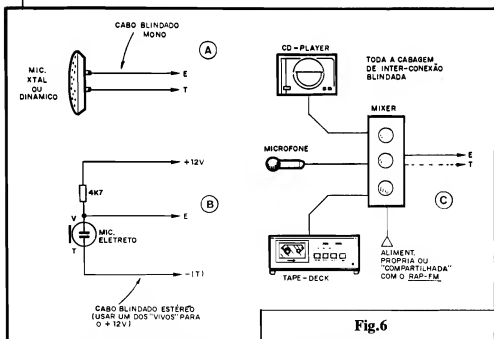

Fig.6
- FIG. 6 - FONTES DE SINAL DE
- Aplicar, à Entrada de Áudio da RAP-FM um sinal qualquer, proveniente - por exemplo - de um dos arranjos mostrados na fig. 6... O ideal mesmo, para os testes e ajustes iniciais, é um mero e simples microfone de cristal (como em 6-A).